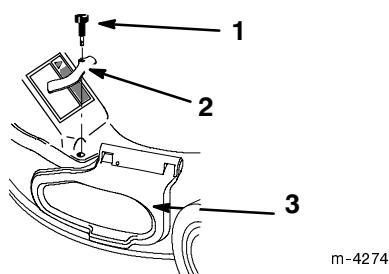

Figure 42
12. Fixez l'angle avant droit à l'éjecteur et au couvercle de l'ouverture latérale avec la fixation déposée précédemment et le long bouton fourni avec le bac de ramassage (Fig. 42).